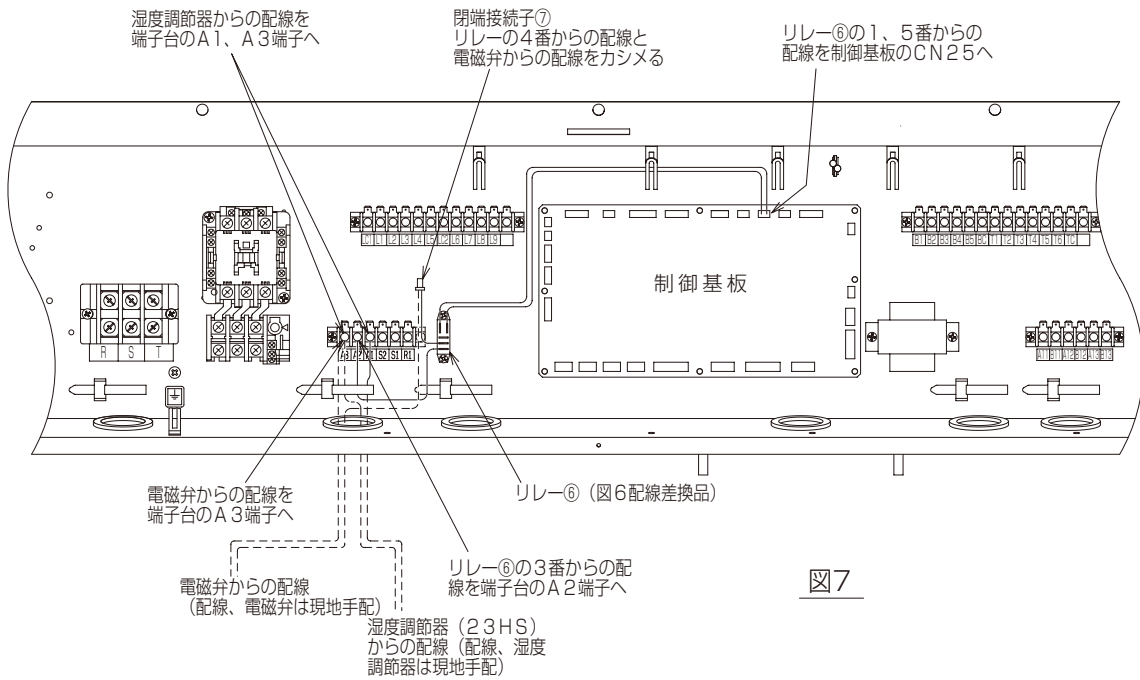
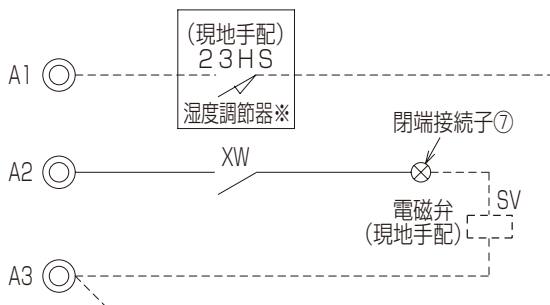
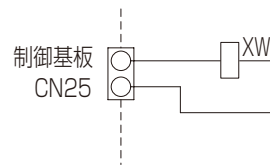

図7
図8
図9
- a) リレー⑥の3番端子、4番端子より配線を外します。
- b) 外した3番端子に配線A⑨を、4番端子に配線B⑩を取付けてください。
- 3) 配線差換品のリレーをタッピンネジ⑧にて取付けてください。(ネジ2本)・・・図7
- 1) リレー⑥、電磁弁、湿度調節器からの配線を図7、図8、図9を参照にして接続してください。